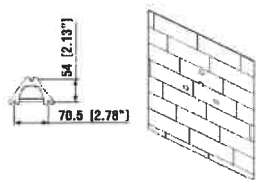

Fig. 1
2. Percer les trous de montage du luminaire comme en **Fig. 1**.